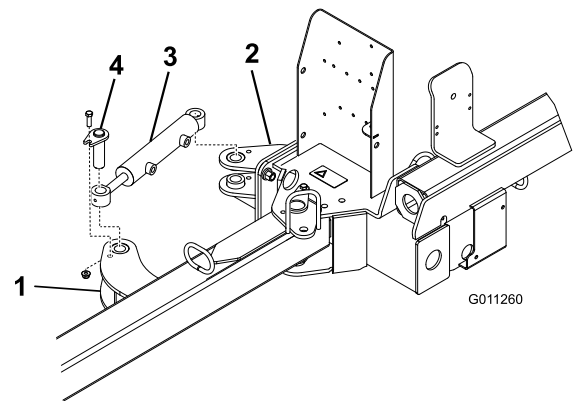

Figura 6
2. Fissate ogni estremità del cilindro idraulico a una linguetta dell'attuatore con un gruppo perno, un bullone da $3/8 \times 1-1/4$ poll. e un dado flangiato da $3/8$ poll. (Figura 6). Assicuratevi che l'estremità dell'asta (estremità operativa) del cilindro sia agganciata alla linguetta anteriore dell'attuatore.